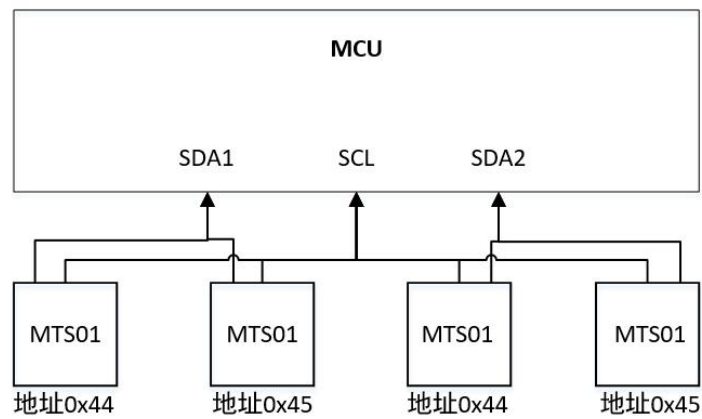

图 9: I2C 多个 MTS01 应用示意图
3) 若需要同时驱动多个 MTS01, 建议根据实际驱动 IC 的数量对半进行地址设置 (一半地址 0x44; 一半地址 0x45), 每两个不同地址的温度 IC 的 SDA 串联接入 MCU 一个端口, 这样可以最大化减小 IO 口的资源占用, 具体如图 9 所示。